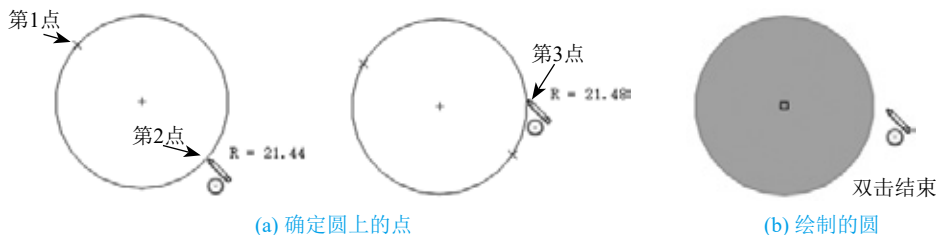

图2-9 使用“周边圆”(确定圆上的点)方式绘制圆
- 05 双击或按Esc键退出圆的绘制。整个过程如图2-9所示。